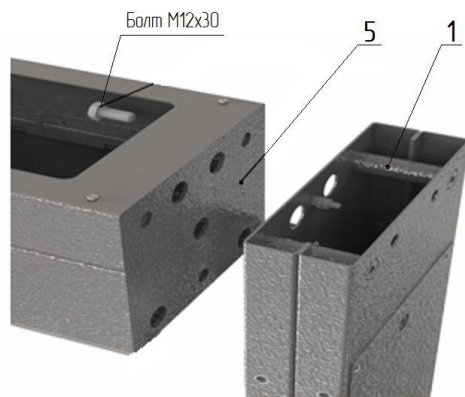
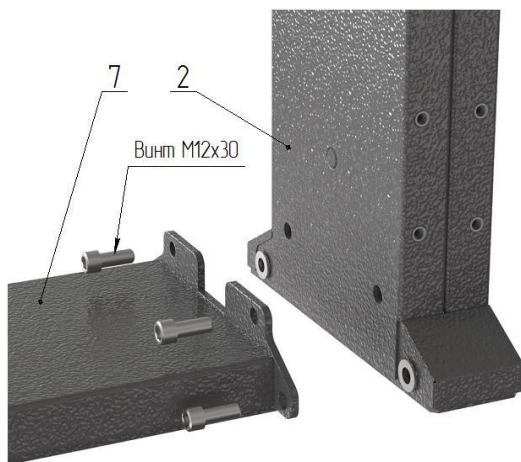

Рис. 1
Рис. 2
1. Сборка турникета. Рис. 1, 2
– положите на пол на боковую плоскость раму привода 5 (рис. 1), (предварительно постелив лист картона), рядом аналогично положите две стойки крыла прохода 1 и 2; состыкуйте указанные элементы друг с другом присоединительными элементами и закрутите по три болта М12 с каждой стороны; поставьте собранный портал вертикально на месте установки турникета; закрепите к стойке 2 напольную плиту 7 (рис.2) четырьмя винтами М12.